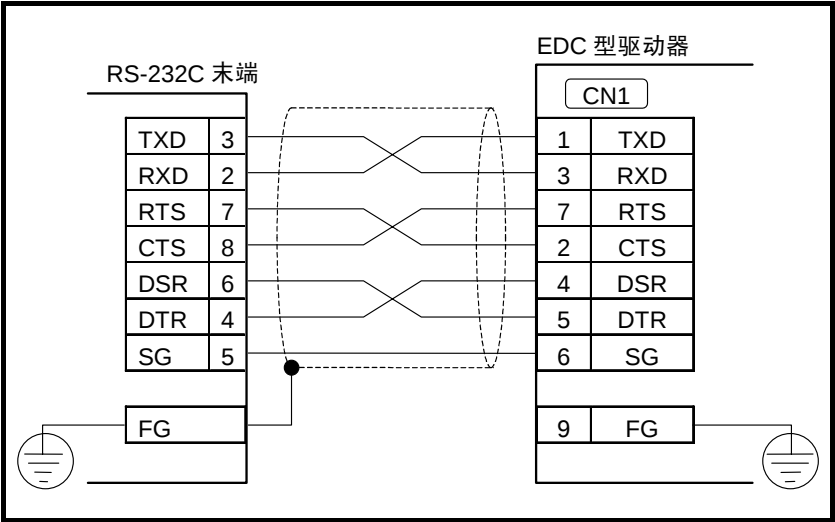
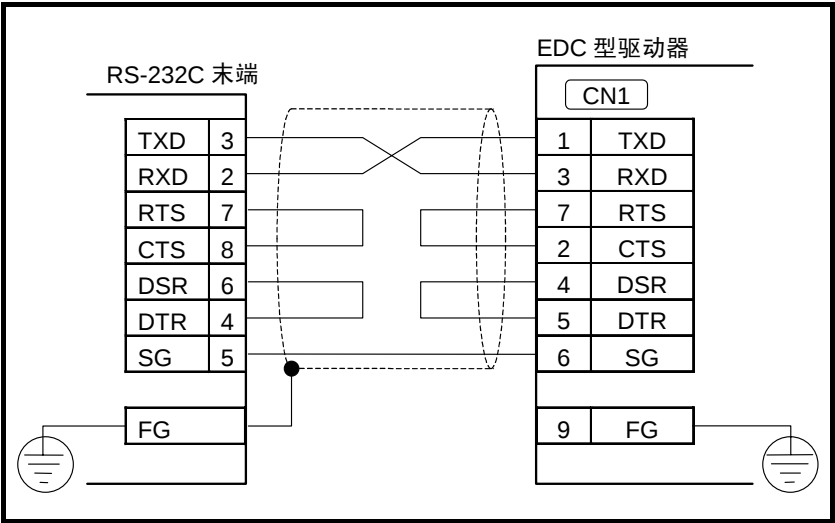

图 A- 15: RS-232C 的接线，有流量控制
图 A-16: RS-232C 的接线，无流量控制
- 「图 A- 15 : RS-232C 的接线，有流量控制」，「图 A-16 : RS-232C 的接线，无流量控制」为 RS-232C 末端与 DOS 兼容机（D-sub9 引脚连接器）相连接时的接线例。